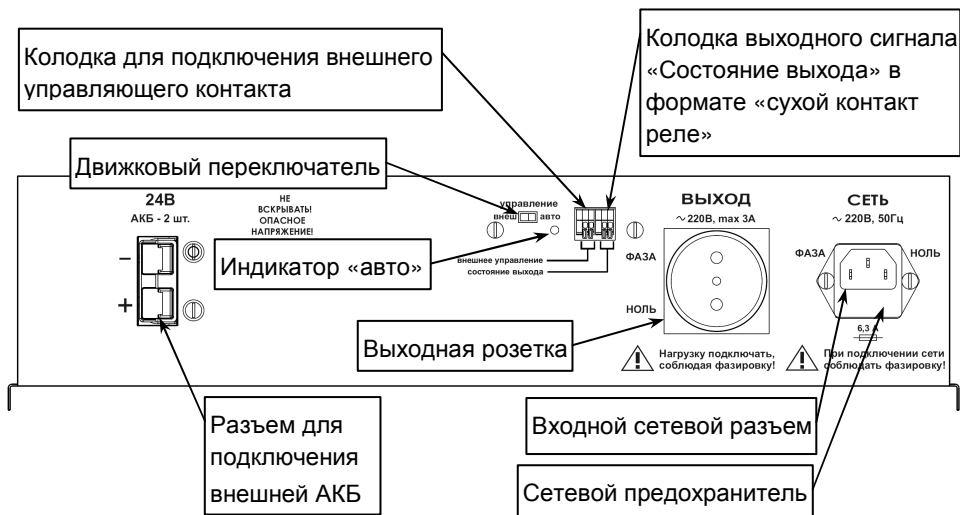

Рисунок 2 – Общий вид задней панели изделия
- возможность дистанционного отключения выходного напряжения по сигналу от внешнего управляющего контакта (положение «внеш» движкового переключателя (см. рисунок 2));
- возможность экономии ресурса АКБ за счет сокращения вдвое времени работы изделия под нагрузкой в режиме «РЕЗЕРВ» (положение «авто» движкового переключателя (см. рисунок 2));
- светодиодную индикацию работы изделия в режиме экономии ресурса АКБ (индикатор «авто», см. рисунок 2);